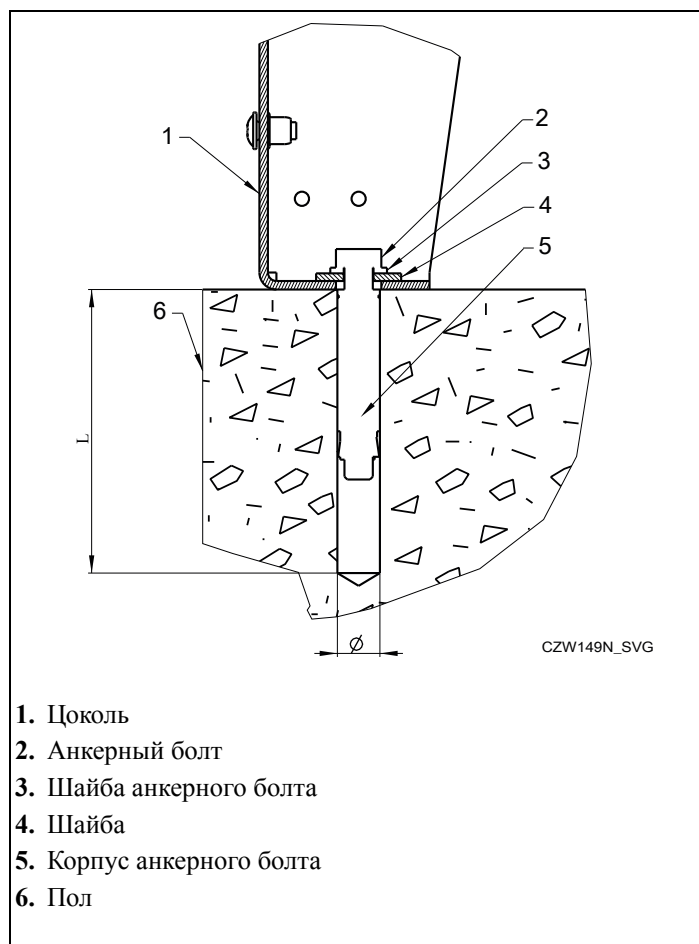

Рис. 14
2. Просверлите отверстие под анкерный болт с учетом требуемого расположения машины. См. Рис. 14.